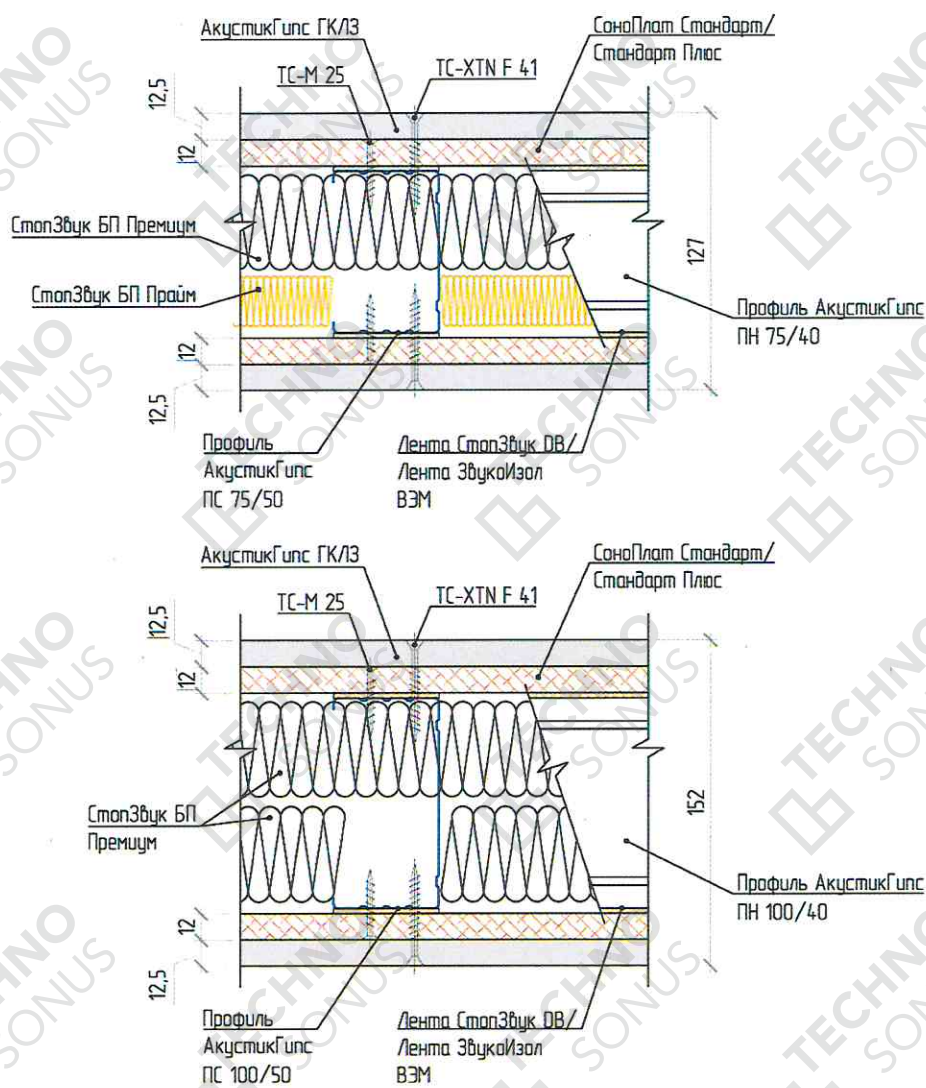

Рисунок 15 – Заполнение каркаса с применением профиля ПС 75x50 и 100x50
- второй слой (в случае применения профиля 75х50, вторым слоем применяются плиты СтопЗвук БП Прайм/СтопЗвук Эко слим) укладываем между профилями, без захода во внутреннюю часть (рисунок 15).